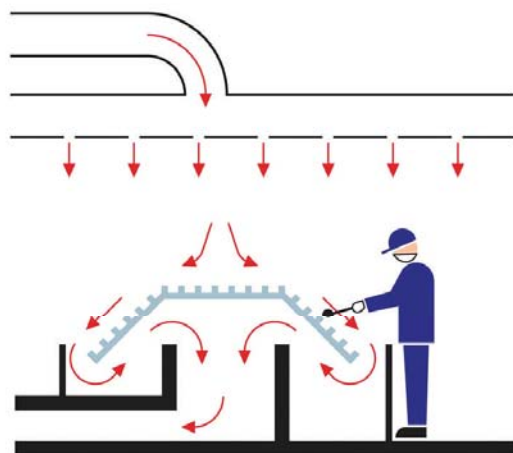

Рис.4
- Для обработки небольших изделий ламинирующие столы могут быть оснащены отверстиями в столешнице, через которые воздух засасывается вниз. Это приспособление сочетается с полузакрытым вытяжным кожухом. (рис 3) Хорошим примером местной вентиляции служит использование всасывающих каналов, расположенных в полу рабочего помещения в сочетании с поступлением свежего воздуха сверху. Так, оператор всегда работает, дыша свежим воздухом (дословно: его органы дыхания находятся в зоне свежего воздуха) (рис.4)